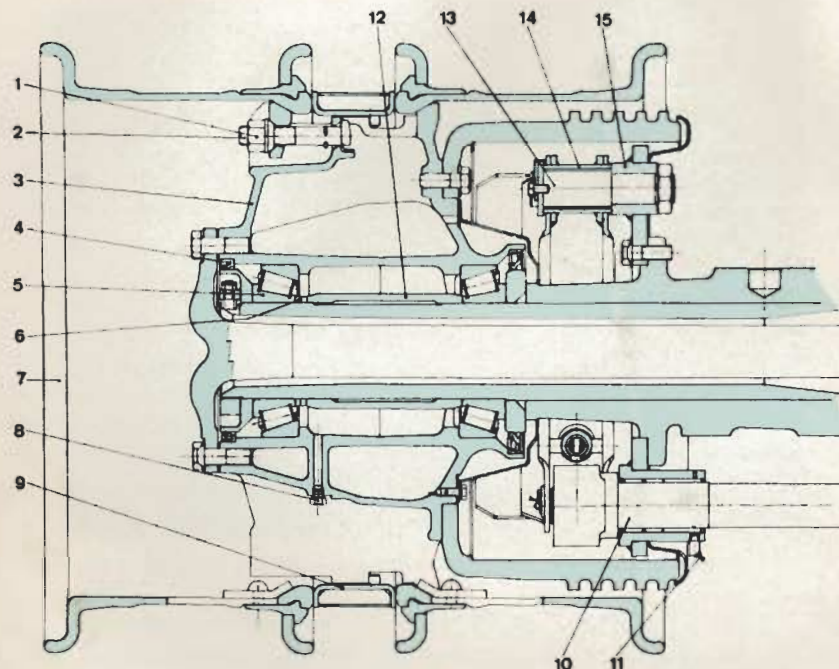

Fig. 7.2. - Sección cubo y tambor ruedas posteriores
7.4 DESMONTAJE DE LOS CUBOS DE RUEDAS (fig. 7.2)